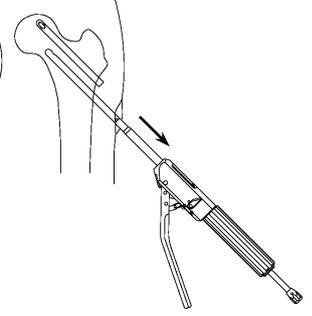

* 図15
- * 2) インナーロッドへ被せるように、ワンハンド式SB フィックス除去器の先端が確実にインプラント後端に当接するよう組み付けます。(図15)